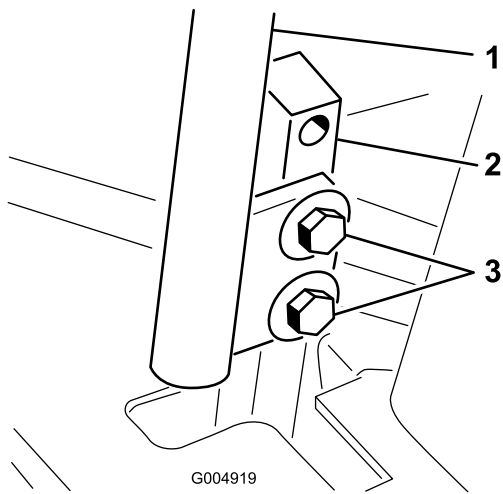

図 61
3. コントロールレバーを固定しているボルトをゆるめる(図 61)。